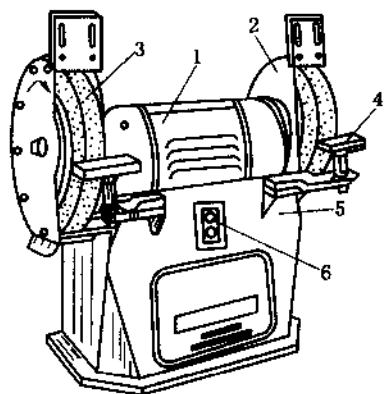

图1-2 砂轮机
砂轮机主要由砂轮、电动机和机体防护罩组成,其结构如图1-2所示。
(1) 开机前应检查砂轮固定是否良好,防护罩是否牢固,并注意砂轮机的旋转方向是否正确,正确的旋转方向使磨屑向下飞离砂轮(图1-2中箭头所示)。
(2) 启动后,需待砂轮转速达到正常后再进行磨削。
(3) 磨削时应注意防止刀具或有毛刺的工件对砂轮发生剧烈的撞击或施加过大的压力。砂轮表面跳动严重时,应及时用砂轮修整器修整,并检查轴是否弯曲。
(4) 砂轮机的托架与砂轮间的距离一般应保持在3mm以内,且托架所在位置应与砂轮中心线的高度相一致,否则容易造成磨削件被砂轮轧人的事故。
(5) 磨削时,操作人员站立位置应躲开砂轮旋转中心,站在砂轮的侧面或斜侧位置,以免砂轮破碎时碎块飞出伤人。